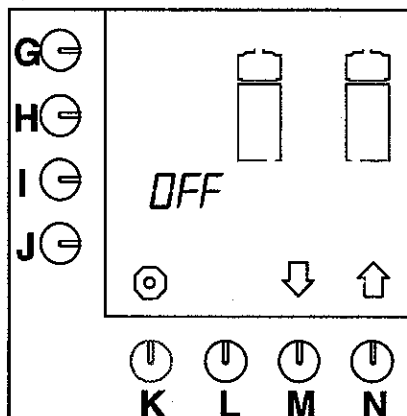

Fig. 33 Forvarmning af beholder
- I displayet vises **OFF** i positionen ved siden af programmeringsknappen (I.) og to beholdere, se fig. 33.